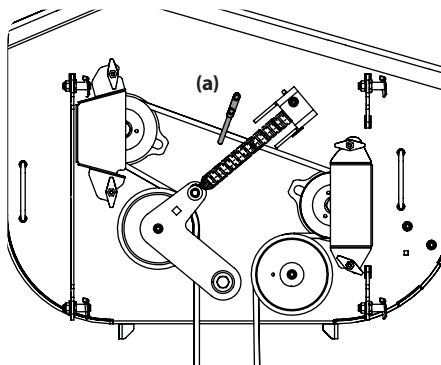

Figure 4-15
6. Installez la courroie neuve. Voir Figure 4-15 pour les plateaux de 36 pouces et la Figure 4-15 pour les plateaux de 48 pouces et de 54 pouces. Remplacez le plateau de coupe.